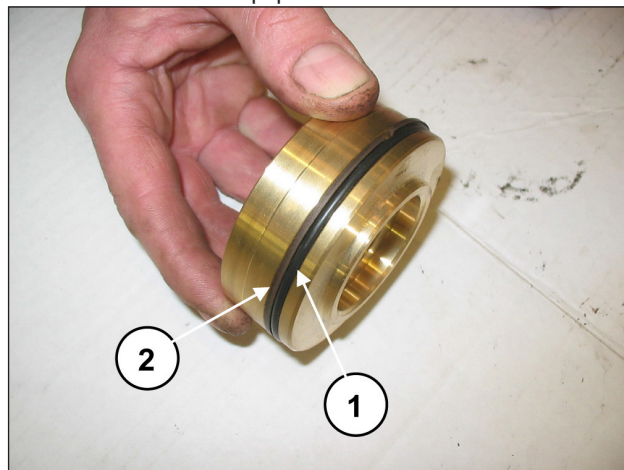

Fig. 104
Monter le joint torique, rep. vue éclatée 17 (rep. ①, Fig. 104) et la bague anti-extrusion, rep. vue éclatée 21 (rep. ②, Fig. 104) sur le bouchon de la soupape de refoulement.